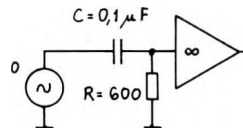

Fig. 8a.
8. Se fig. 8a. Dæmpningen p.g.a. C og R skal være 6 dB - bemærk, der spørges ikke om 3 dB-frekvensen, som normalt regnes for »cut-off« frekvensen.